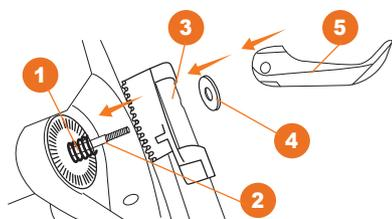

Рис. 3
- Закрепите нижнюю часть рукоятки на установочные места скарификатора (Рис. 3) для этого, установите пружину 1 на ось крепления 2, присоедините кронштейн нижней части рукоятки 3 совместив шлицы кронштейна и корпуса скарификатора, наденьте шайбу 4 и закрутите быстрозажимной рычаг 5.